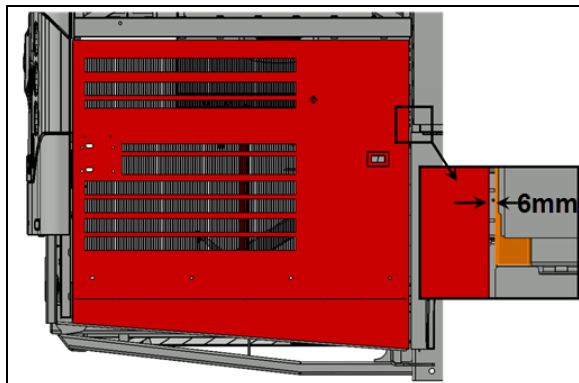

FIGURE 116:
- Si la position verticale est hors tolérance, vous pouvez ajuster la porte en utilisant le jeu aux points d'attache entre les bras et la porte (FIGURE 116:).